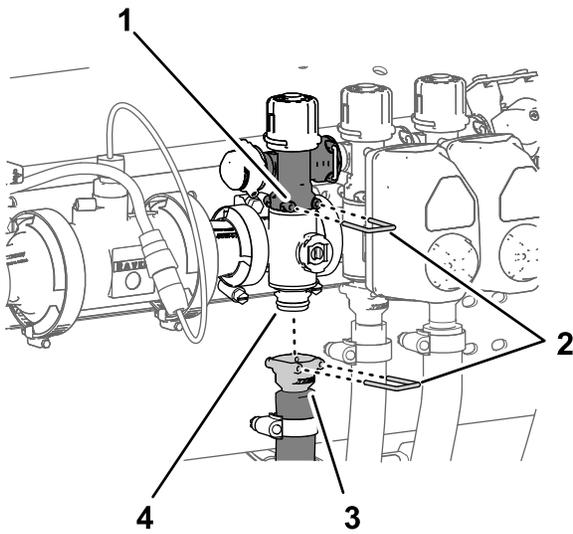

図 125
1. ブームバイパスバルブ用のクイックコネクタカップラをブームマニホルドバルブに固定しているクイックコネクトピンを外す 図 125。
2. ブーム給液ホース用のクイックコネクタカップラをブームマニホルドバルブのクイックコネクタフィッティング用のマニホルドに固定しているクイックコネクタピンを外す 図 125。